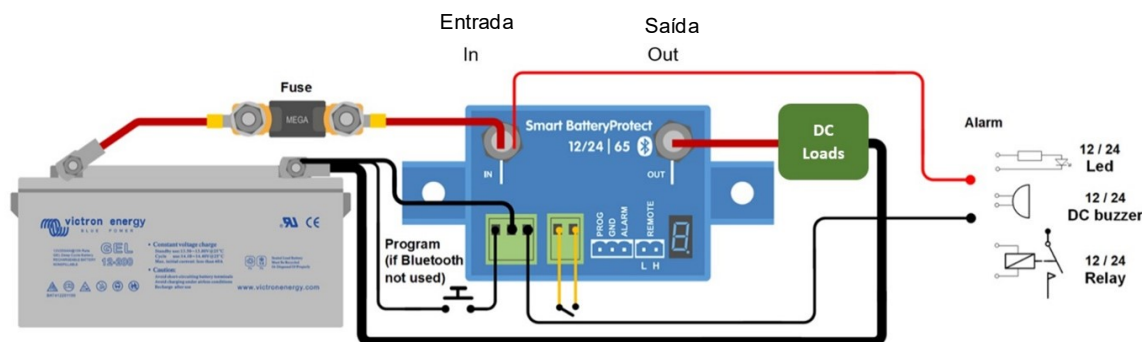

Figura 1: Esquema de ligações do SBP-65 (use a entrada remota para a funcionalidade de ligar/desligar do sistema)
8. Pode conectar um interruptor de ligar/deligar entre H Remoto e L Remoto (consulte a Figura 1). Em alternativa, pode comutar o terminal H para alto (para o positivo da bateria) ou o terminal L para baixo (para o negativo da bateria).
9. Pode ligar uma campainha, um LED ou um relé entre o terminal de saída do alarme e o positivo da bateria (ver figura 1). Carga máxima na saída de alarme: 50 mA (à prova de curto-circuito).